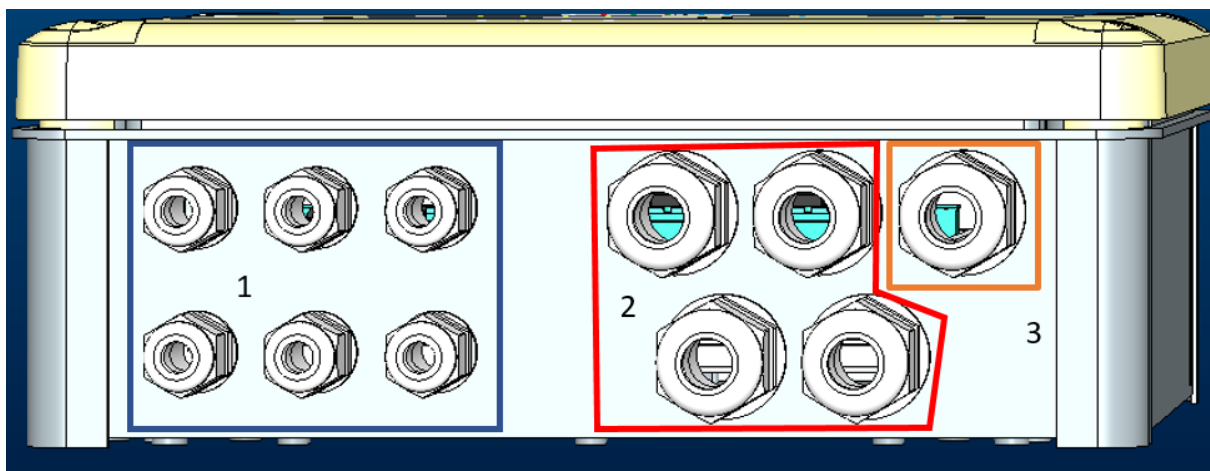

Figura 1: Imagine Frontala clame cabluri
1. Introduceți cablul în clama cablurilor indicată în Figura 1, încercuită în portocaliu (clama cablurilor 3)
În funcție de aplicație, utilizatorul poate face alte conexiuni electrice, vezi Figura 1.